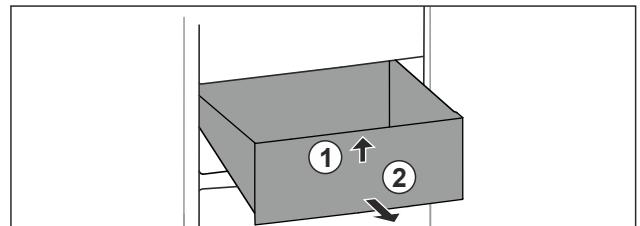

Fig. 25
- Predal spredaj dvignite. Fig. 25 (1)
- Predal vzemite ven v smeri naprej. Fig. 25 (2)